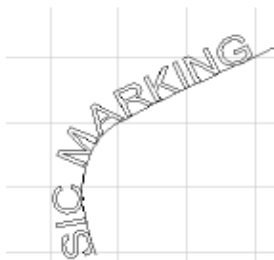

Рис. 4-13 Нормальное расположение.
**Normal** означает, что текст будет расположен параллельно кривой, как показано на Рис. 4-13.
означает, что с кривой совмещена базовая линия текста, как на Рис. 4-13.
Иконка  используется для размещения текста на другой стороне кривой. После использования данной функции изображение на Рис. 4-13 будет выглядеть, как изображение на Рис. 4-19.